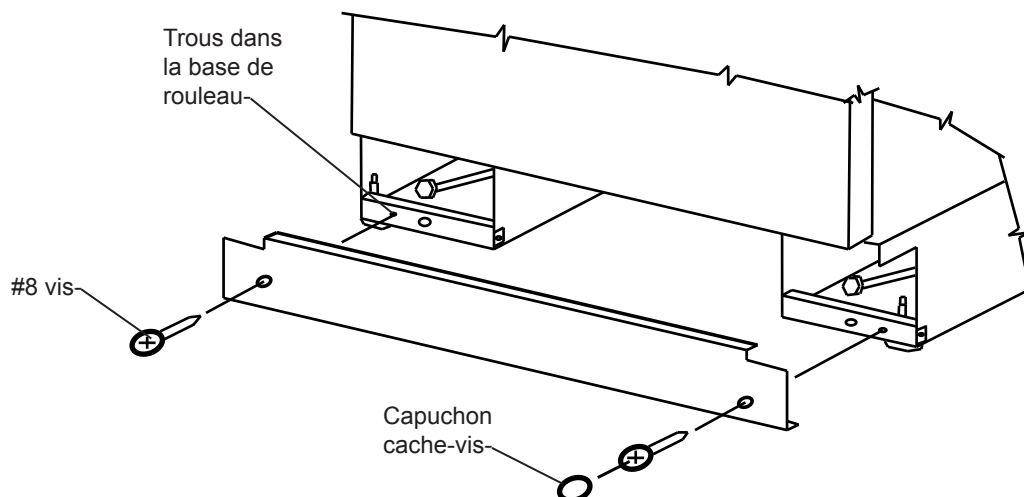

Figure 34
Utilisez deux (2) vis de tôlerie #8 (fournies) pour faciliter le maintien en place de la plaque de plinthe. Montez les vis dans les trous de la base à rouleau. Cachez les têtes de vis avec les capuchons fournis (Voyez la Figure 34).